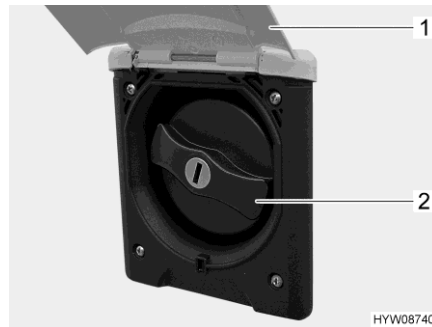

Fig. 104 Tapa de cierre (tubo de llenado de agua potable)
- Girar hacia arriba la trampilla exterior (Fig. 104,1).
- Girar la tapa de cierre azul (Fig. 104,2) un cuarto de vuelta.